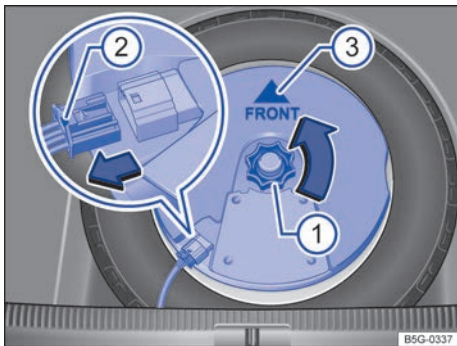

Fig. 298 En el maletero: desmontar el subwoofer (variante 2).
- Desenrosque la ruedecilla → fig. 298 (1) en el sentido contrario al de las agujas del reloj (flecha).
- Para desbloquear el conector, presione el bloqueo que hay en el extremo del conector (2).
- Coloque el subwoofer en la base de la llanta con cuidado. Al hacerlo, la punta de la flecha "FRONT" → fig. 298 ③ que hay en el subwoofer deberá señalar hacia delante.
- Acople el conector hasta que el bloqueo ② encastre de forma audible.
- Enrosque la ruedecilla ① en el perno roscado en el sentido de las agujas del reloj hasta que el subwoofer quede bien fijado.